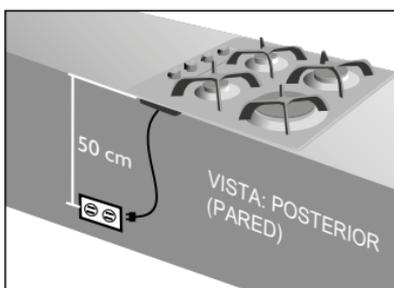

Figura 5.
- La distancia mínima entre tomacorriente y la entrada de gas del producto debe ser de 50 cm **(Ver figura 5)**.